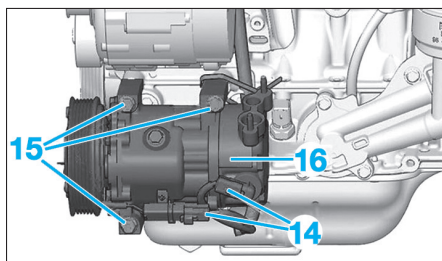

Fig. 51
- Débrancher les connecteurs (14) (Fig.51).